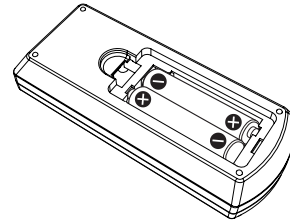

図 2
2) 電池を入れ、ふたを閉じる (● 側から先に入れます) (図 2)